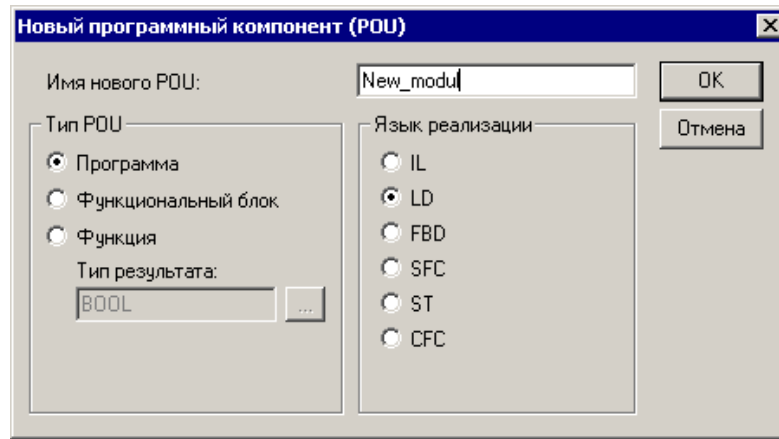

Рисунок 4.11 – Окно «Новый программный компонент (NewPOU)»
- 2) В рамках проекта – создать объект типа «Функциональный блок» (например, см. рисунок 4.11.